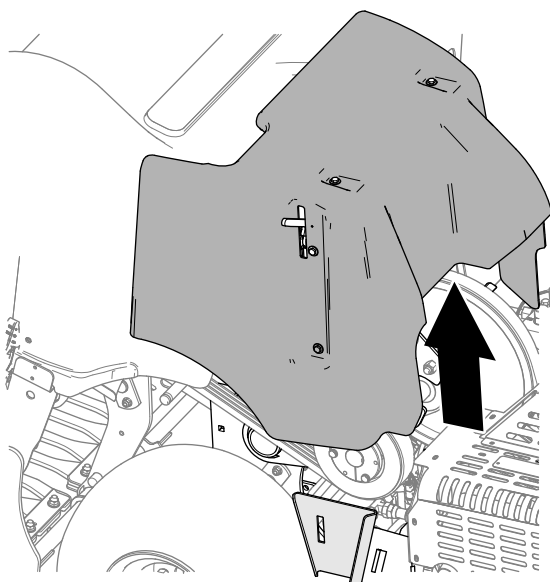

**Figura 144**
1. Allineate la staffa di montaggio del copricinghia con la staffa di supporto del copricinghia del telaio della macchina (Figura 144).